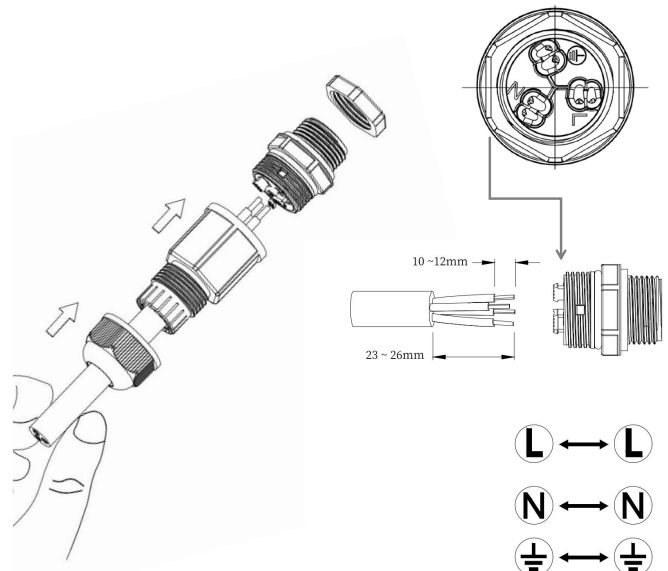

Abb. 5: Anschluss der TUBO69
4. Die Endkappen durch Drehen lösen. (Abb. 5)
5. Die Adern mit den Klemmen L, N und PE verbinden, die Endkappe aufstecken und arretieren, Verschraubung fest anziehen (Abb. 5).